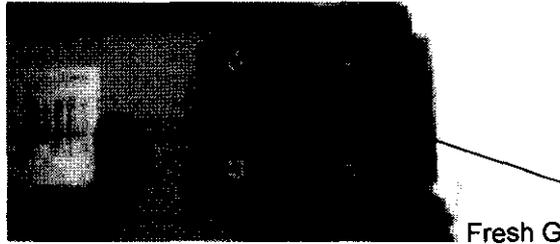

Fig. 1
3. En ambientes contaminados por partículas químicas o biológicas puede conectarse un filtro químico/bacteriológico en la entrada de aire (FRESH Gas/Emergency Air INTAKE). del respirador. (ver Fig. 1).